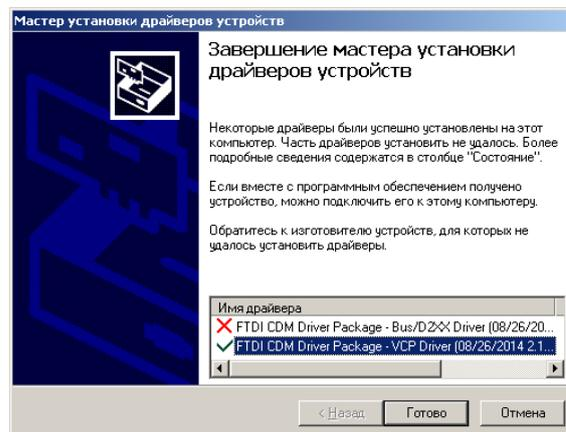

Рисунок 2 – Окно с указанием об установленном драйвере FTDI
– выбрать компонент - «Драйвер FTDI», нажать кнопку «Начать установку» и далее следовать указаниям в последовательно открывающихся окнах. По окончании установки должно появиться окно с информацией об установленном драйвере (Рисунок 2), в котором необходимо нажать кнопку «Готово».